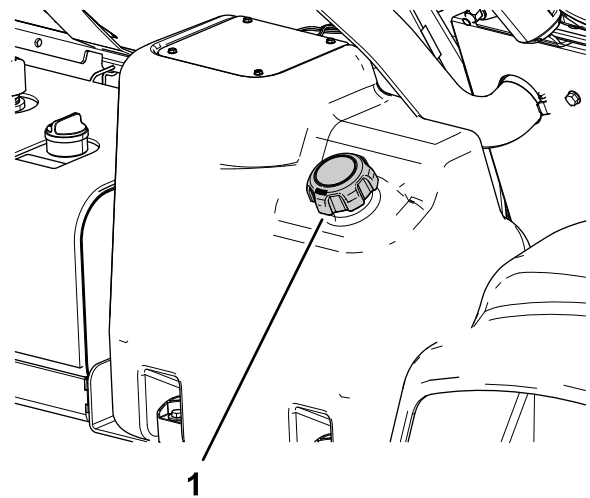

Bild 20
2. Reinigen Sie den Bereich um den Tankdeckel (Bild 20).